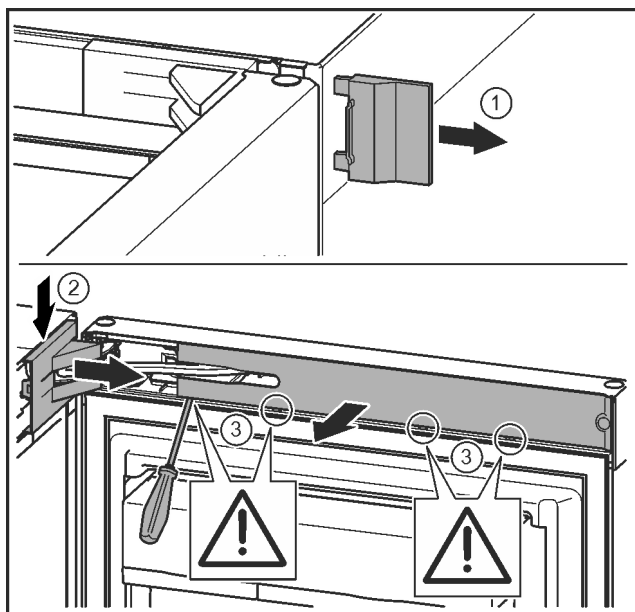

Fig. 9
- Äußere Abdeckung abnehmen. Fig. 9 (1)
- Lagerbockabdeckung ausrasten und lösen. Lagerbockabdeckung abnehmen. Fig. 9 (2)
- Blende mit Schlitzschraubendreher ausrasten und zur Seite schwenken. Fig. 9 (3)